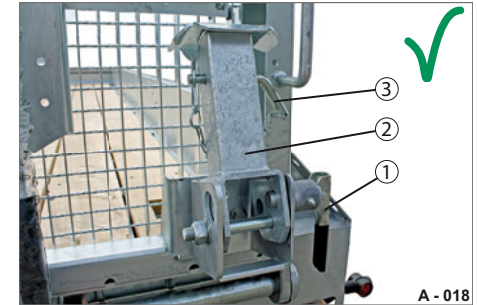

Abb. 8 Fahrstellung
- ▶ Prüfen Sie vor Fahrtantritt, dass beide Klappstützen sich in Fahrstellung befinden (siehe Abb. 8).